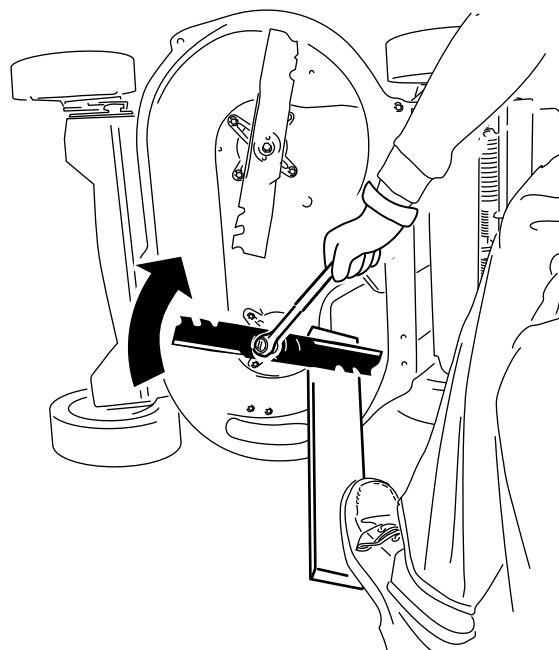

Рисунок 42
- Удерживайте каждый нож неподвижно с помощью доски и заверните болт крепления ножа по часовой стрелке с помощью динамометрического ключа, как показано на Рисунок 42; затяните болт крепления ножа с моментом 82 Н·м.